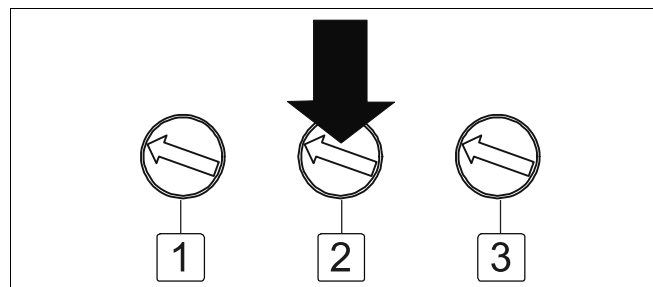

Fig. 47 Reglarea puterii minime a cazanului
- Rotoți potențiometrul 2 (Fig. 47) de pe panoul de deservire și citiți presiunea minimă a duzelor de gaz.